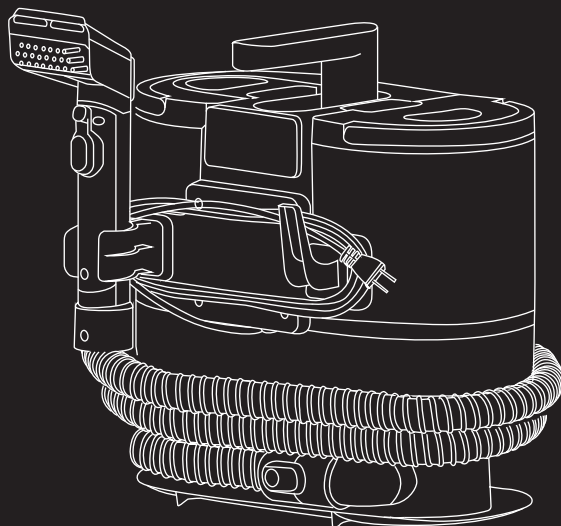

Fig. 20
1. Enroulez le tuyau flexible autour de la partie inférieure et fixez l'outil de nettoyage avec le porte-outil (Fig. 20).
2. Enroulez le cordon d'alimentation autour de l'organiseur de cordon et du support de l'outil de nettoyage (Fig. 20)